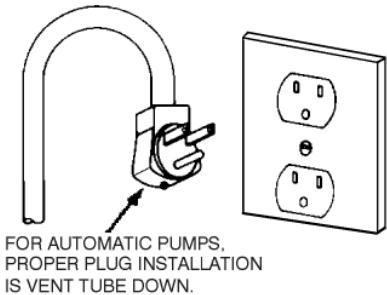

FIGURE 1
6. Connect the power cord to an outlet, vent tube down (see Figure 1.)
- Le bouchon doit être installé avec le tuyau de vent en bas (Figure 1.)
6. La instalacion correcta del tapon es con el tubo de aspiracion hacia abajo (Figure 1).